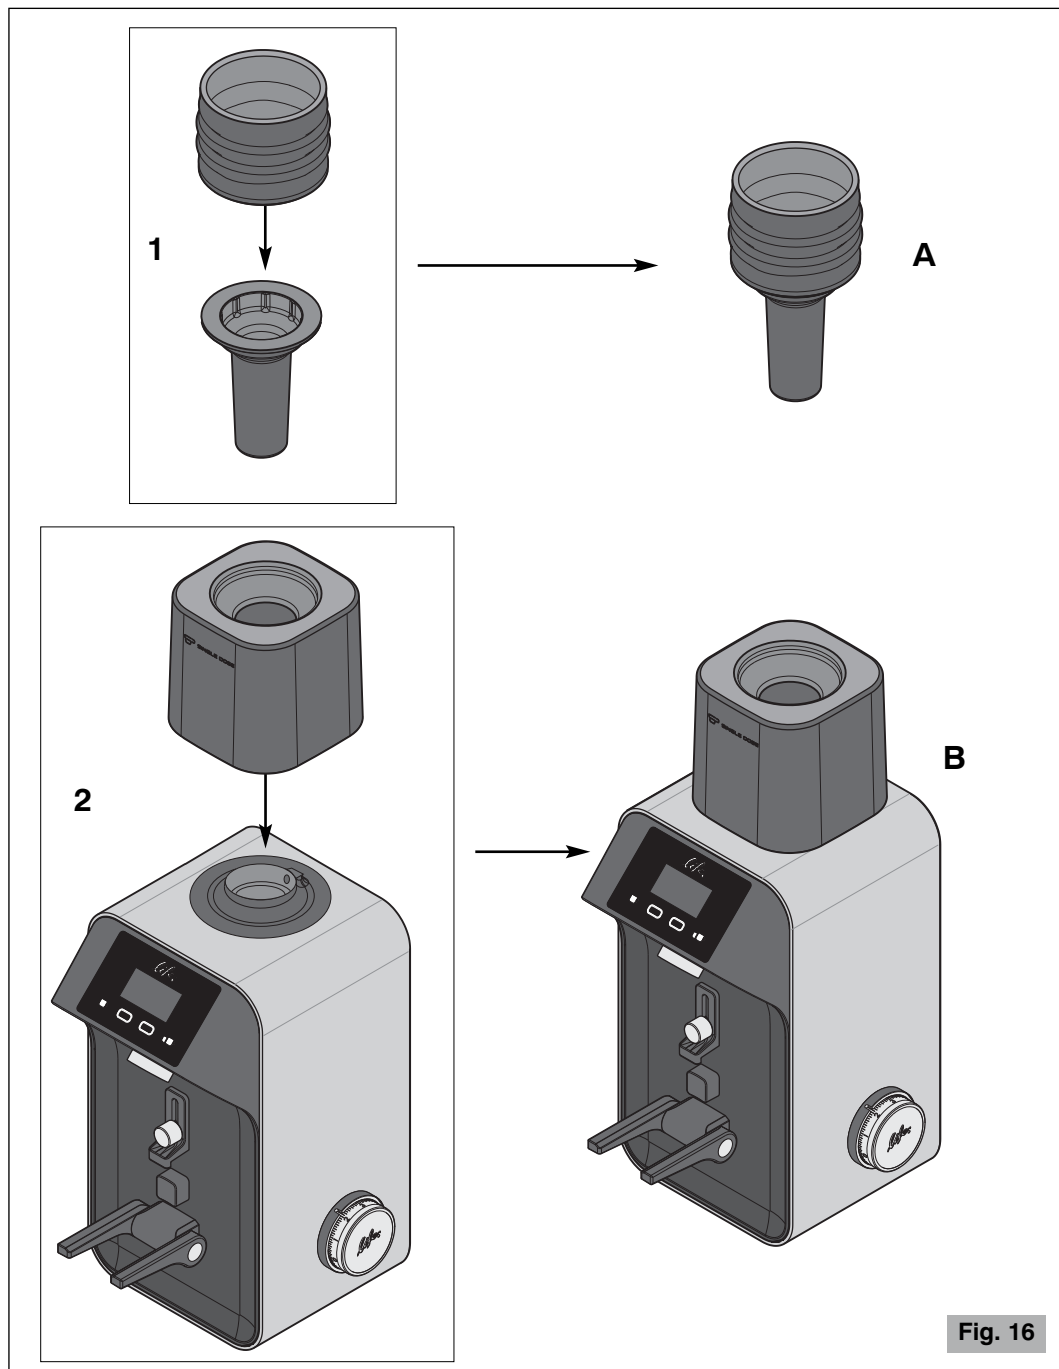
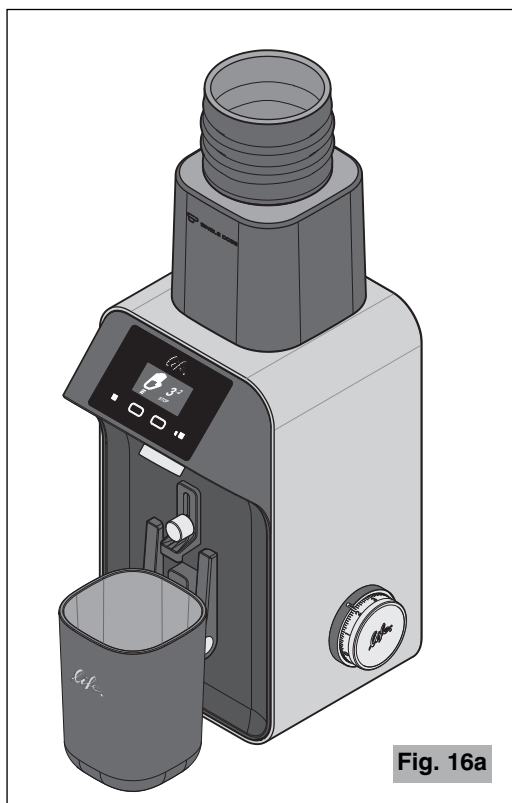

Fig. 16
Fig. 16a
5. Introducir el fuelle en el empujador de granos (punto 1 de la Fig. 16).
6. Posicionar el soporte del kit en su sede (punto 2 de la Fig. 16).
- 5 Insertar el conjunto fuelle-empujador de granos (A Fig. 16) en la embocadura del soporte, dejándolo reposar sobre los granos de café (Fig. 16a).
- 6 Posicionar el contenedor suministrado (15 Fig. 3) o cualquier otro contenedor encima de la horquilla (2 Fig. 1) o sobre la superficie de apoyo del aparato (después de colocar la horquilla en posición vertical - véase Fig. 16a).
No trabajar nunca sin la tolva fijada con el tornillo correspondiente (6a, Detalle A Fig. 3) o sin haber colocado el soporte del kit dosis individual (punto 2 Fig. 16).